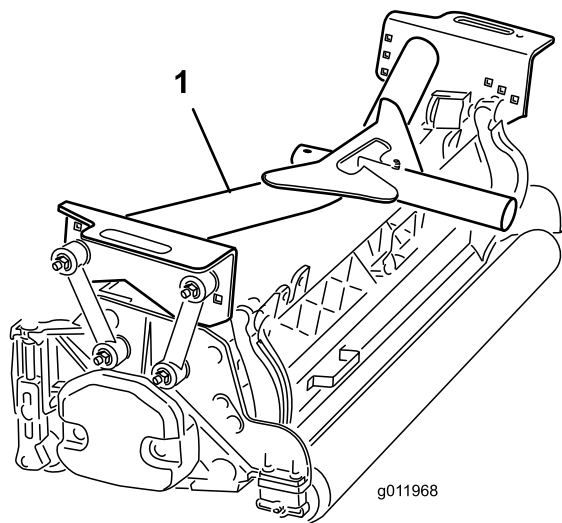

Figura 16
2. Posicione uma estrutura de suporte dianteira (Figura 16) em cada unidade de corte dianteira.